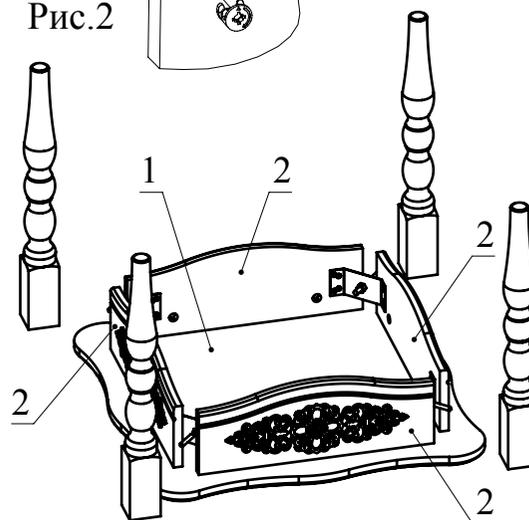

Рис.4
5. Прикрутить шурупами 3,5x16 угловое крепление к деталям 2 (Рис. 4).